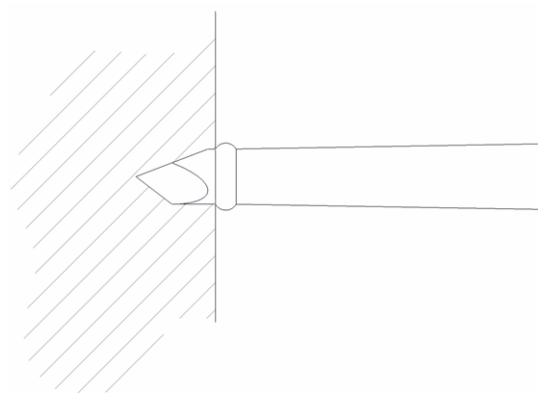

Fig. 1 Fullständigt införd syl
- För aldrig in sylen längre än till den upphöjda kanten, se Fig 1.